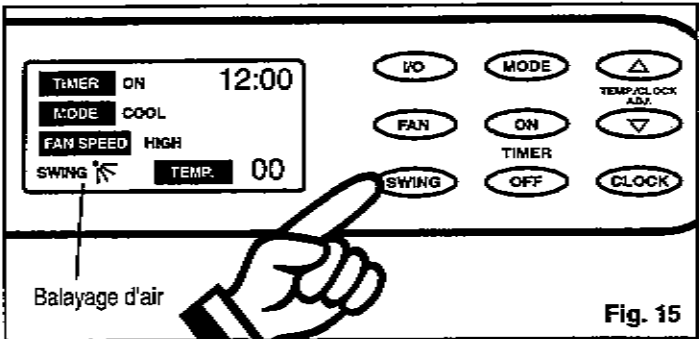

Fig. 15
- 6) Appuyez sur la touche **SWING** pour activer le balayage d'air (oscillation) (le symbole "air swing" est indiqué sur l'**ACL**). Fig. 15. Pour arrêter le balayage, appuyez sur la touche **SWING** de nouveau.